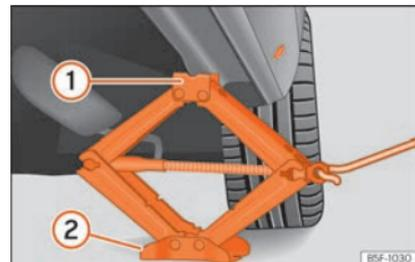

Fig. 39 Longarina: colocação do macaco do veículo.
- Rode a manivela do macaco*, colocado por baixo do ponto de apoio da longarina, para levantá-lo até que o ressalto ① »» **Fig. 39** se encontre por baixo da zona que lhe corresponde.
- Alinhe o macaco* de forma que o ressalto ① «fique encaixado» na zona da longarina que lhe corresponde e que a placa base móvel ② fique apoiada no chão. A placa base ② deve ficar colocada na vertical, relativamente ao ponto de apoio ①.